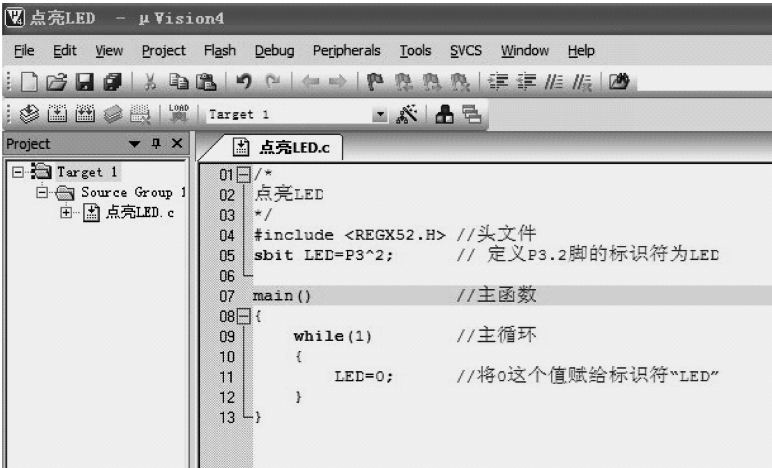

图 1-28 编写源程序代码
- (1) 按图 1-28 所示输入点亮一个 LED 的代码（首先不管为什么要这样写）。